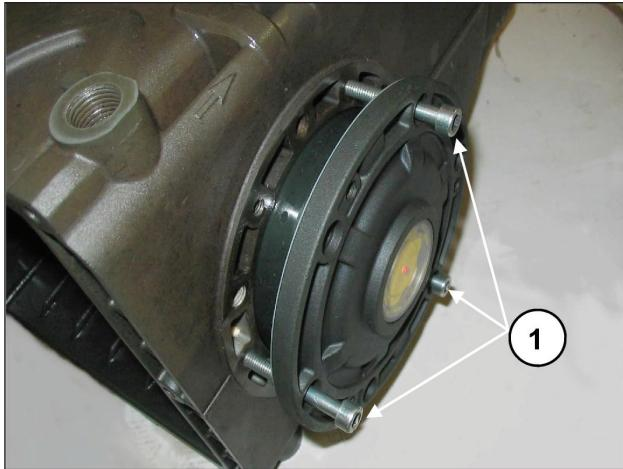

Fig. 8
Per facilitare l'imbocco del primo tratto ed il relativo inserimento dei coperchi sul carter, si consiglia l'utilizzo di N° 3 viti M6 x 40 parzialmente filettate, (Fig. 8, pos. ①) per poi completare l'operazione con le viti in dotazione (M6x18).
Per l'avvicinamento dei due coperchi laterali al carter si possono utilizzare Nº 3 viti M6x40 per una prima fase di orientamento, come indicato in Fig. 8 e le viti previste per il fissaggio finale.